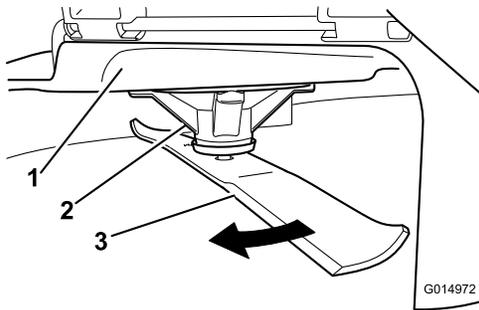

Figure 47
2. Enfilez des gants épais ou utilisez une autre protection adéquate pour les mains, et faites tourner la lame lentement jusqu'à une position permettant de mesurer la distance entre le tranchant et la surface plane sur laquelle se trouve la machine (Figure 47).